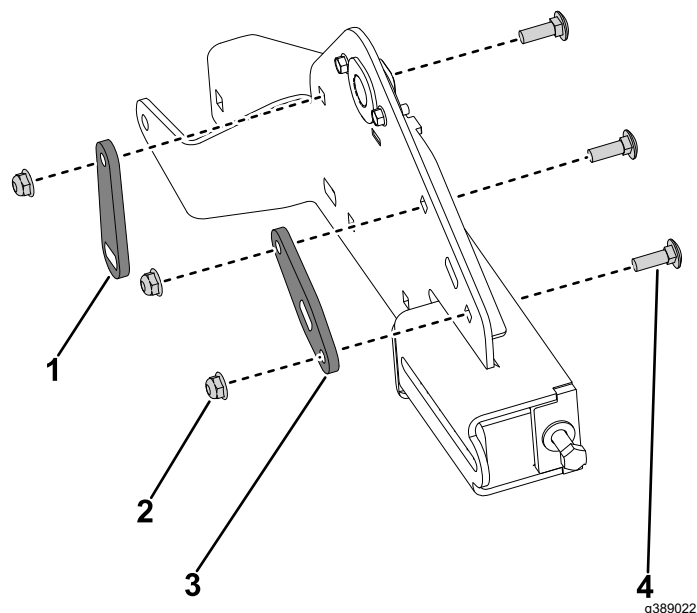

Bild 29
4. Montieren Sie die neue Platte für die Gelenkstange an der Raupenstütze und befestigen Sie diese mit zwei neuen Schlossschrauben ($\frac{5}{16}" \times 1"$) und zwei Sicherungsmuttern ($\frac{5}{16}"$) (**Bild 29**).
5. Montieren Sie die neue Stützplatte an der Raupenstütze und befestigen Sie diese mit der neuen Schlossschraube ($\frac{5}{16}" \times 1"$) und der Sicherungsmutter ($\frac{5}{16}"$) (**Bild 29**).